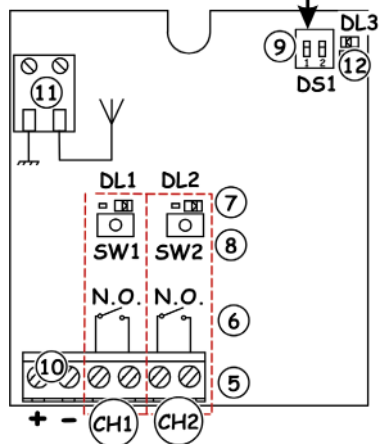

Fig. 1
4. Appuyer, pendant 1 seconde, sur le bouton-poussoir du récepteur (Fig.1 réf. ⑧), correspondant au canal auquel on souhaite associer la radiocommande.
5. La LED correspondante sur le récepteur (Fig.1 réf. ⑦) commence à clignoter lentement pendant 5 s.
7. La LED sur la platine (Fig.1 réf. ⑦) s'allumera fixe pendant 1 seconde, puis elle s'éteindra, indiquant que la mémorisation a été effectuée.